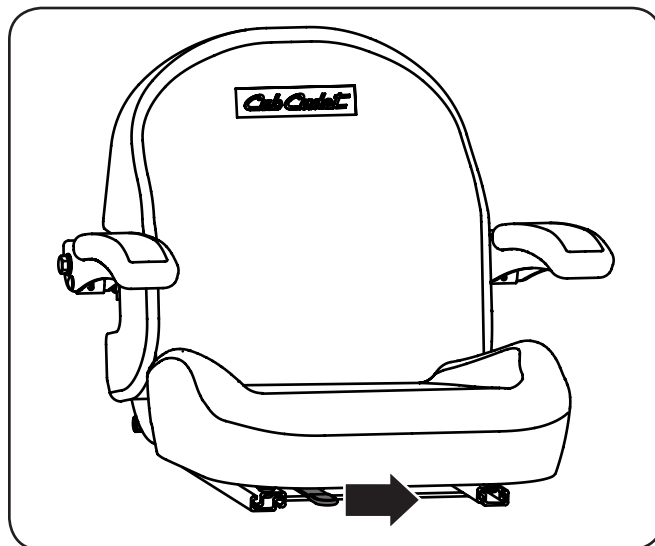

Figure 3-6
1. Pour régler la position du siège, poussez le levier de réglage du siège vers la gauche. Voir Figure 3-6.